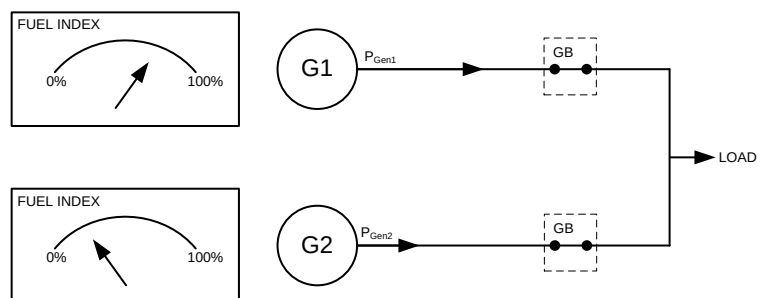
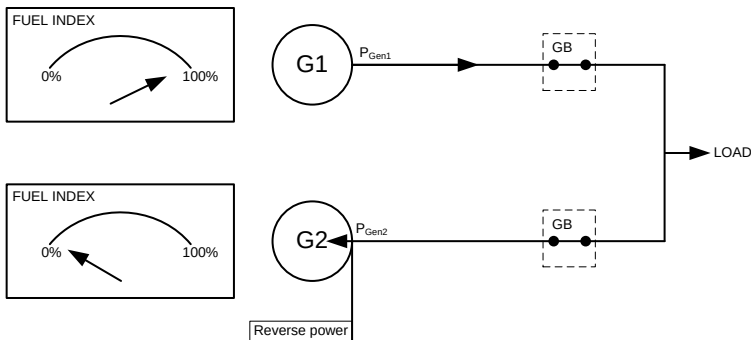

图 1，正频差
图 2，负频差
当待同步的发电机组开关合闸后，根据其实际的油门位置会相应地接一部分负荷。下图 1 说明了在特定的正频差处，运行的新接入的机组将输出功率至负载。下图 2 说明了在特定的负频差处，运行的新接入的机组将接收来自原有机组的功率。这种现象叫做逆功率。
8.4.1 流程图 1, GB 处理
8.4.2 流程图 2, TB 控制 (选项 G5)